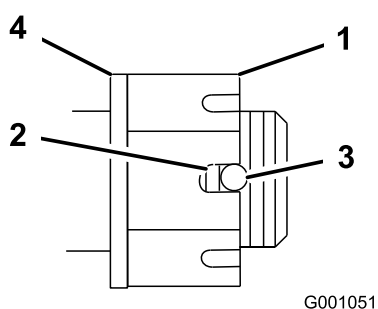

Figura 59
4. Apriete la tuerca almenada a 170 Nm (125 pies-libra)(Figura 59).
5. Compruebe la distancia desde el fondo de la ranura de la tuerca hasta el borde interior del taladro. Debe haber dos hilos o menos de la rosca visibles (Figura 59).
7. Apriete la tuerca almenada a 170 Nm (125 pies-libra) (170 N-m) (Figura 59).
8. Apriete la tuerca hasta que el siguiente conjunto de ranuras esté alineado con el taladro del eje (Figura 59).